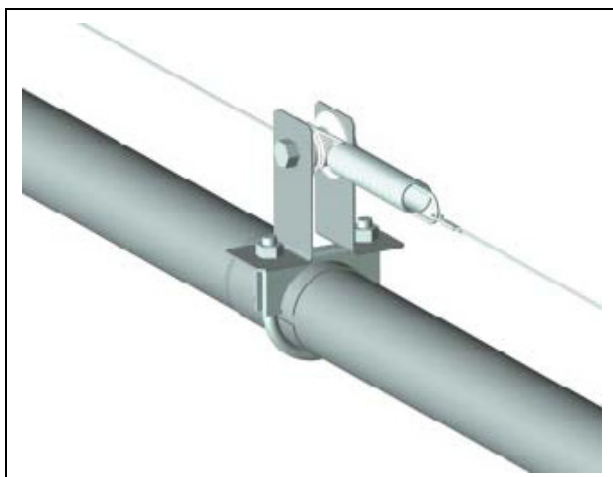

Рисунок 5H
3. Подсоедините натяжную пружину провода к следующему изолятору и пропустите провод электрошокера через проушину пружины. Потяните провод электрошокера с усилием, достаточным для растяжения пружины на 3/4" - 1" (19,1 мм - 25,4 мм). Закрепите провод электрошокера прилагающейся кабельной муфтой, как показано на Рисунок 5H. Обрежьте провод, оставив достаточную длину для использования его в качестве перемычки для подачи тока к следующей секции провода электрошокера. Для этого проложите остаток провода через центр пружины поверх изолятора и подсоедините его к следующей секции провода электрошокера с помощью прилагающейся кабельной муфты.